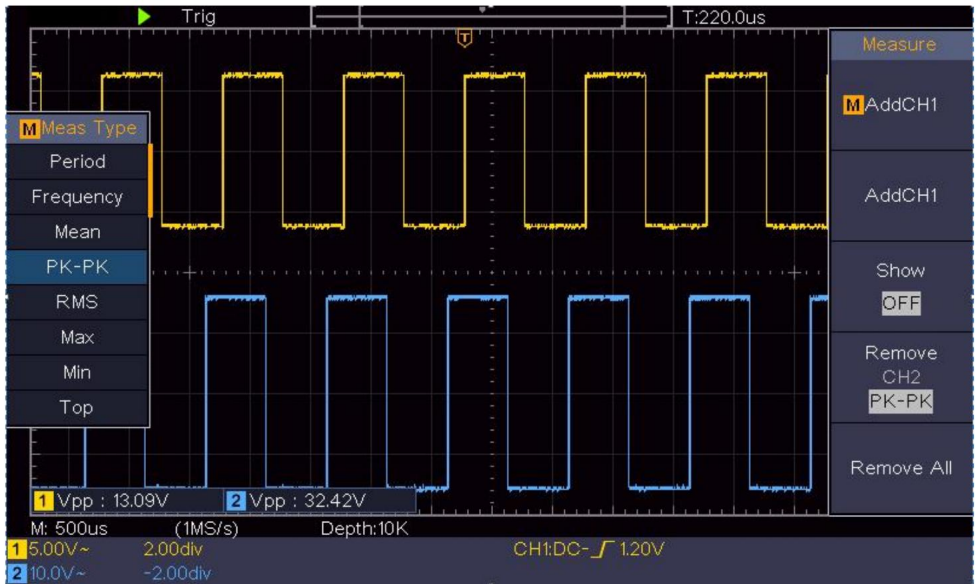

Figura 6-2 Forma de onda de la medición de ganancia
(2) Presione el botón Medir para mostrar el menú derecho.
(3) Seleccione AddCH1 en el menú de la derecha.
(4) En el menú Tipo de la izquierda, gire la perilla M para seleccionar PK-PK.
(5) En el menú de la derecha, seleccione AddCH1. El tipo pico a pico de CH1 se añade.
(6) En el menú de la derecha, seleccione AddCH2. El tipo pico a pico de CH2 se añade.
(7) Lea los voltajes pico a pico del Canal 1 y el Canal 2 desde la parte inferior izquierda de la pantalla (ver Figura 6-2).
(8) Calcule la ganancia del amplificador con las siguientes fórmulas.